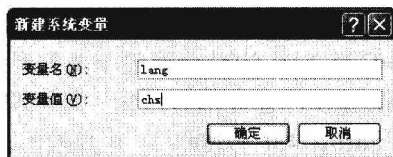

图 1-3 建立好的环境变量
- (3) 单击“Administrator 的用户变量”列表框下的“新建”按钮, 如图 1-3 所示新建环境变量, 单击“确定”按钮, 完成新建环境变量的设置工作。